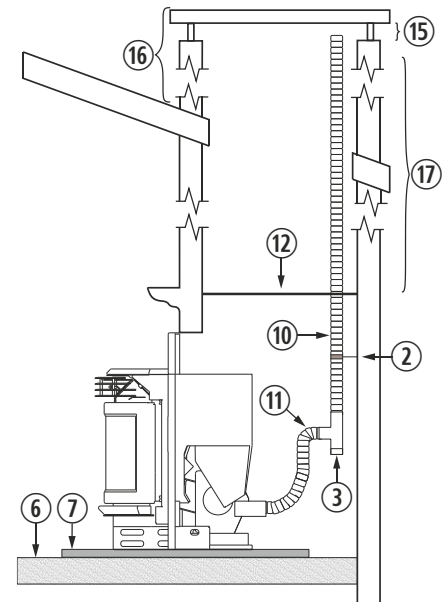

Figura 12
**4.29.** L'installazione di una stufa ad incasso in un caminetto può essere realizzata in completa totalità in un tubo flessibile, così come è indicato nella figura 12. Dobbiamo prestare speciale attenzione al momento di realizzare l'isolamento tra il caminetto e il tubo di fuoriuscita di gas per evitare possibili arretramenti di gas in caso di tormenta.
②	Collare di fissaggio in acciaio inox.
③	Giunto a "T" a 90° con filtro.
⑥	Pavimento in legno.
⑦	Protezione non infiammabile.
⑩	Tubo in acciaio inossidabile flessibile.
⑪	Manicotto d'unione tra flessibile e rigido.
⑫	Isolante anti -arretramento.
⑮	Minimo 200mm.
⑯	Deve superare di 1 metro il tetto.
⑰	Se superiore a 4m aumentare le dimensioni.